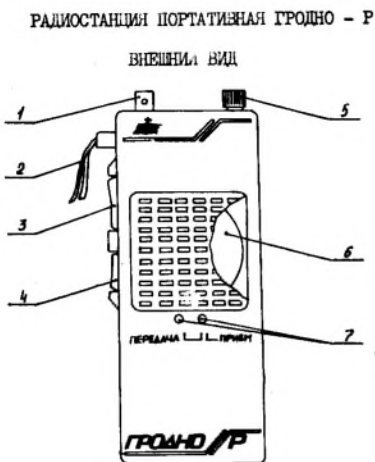
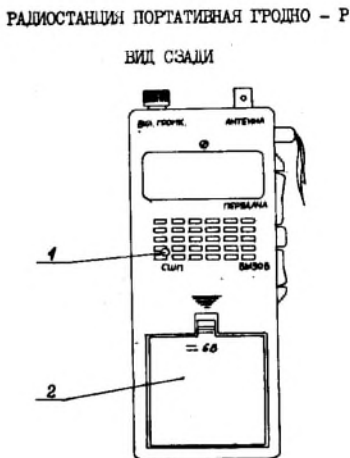

Рис. 1
Рис. 2
4.5. Расположение и назначение органов управления радиостанций показаны на рис. 1 и рис. 2.
- 1) через отверстие в нижней крышке корпуса (рис.2) поверните ротор подстроечного резистора против часовой стрелки до резкого возрастания уровня шумов в динамической головке (система шумоподавления выключена);